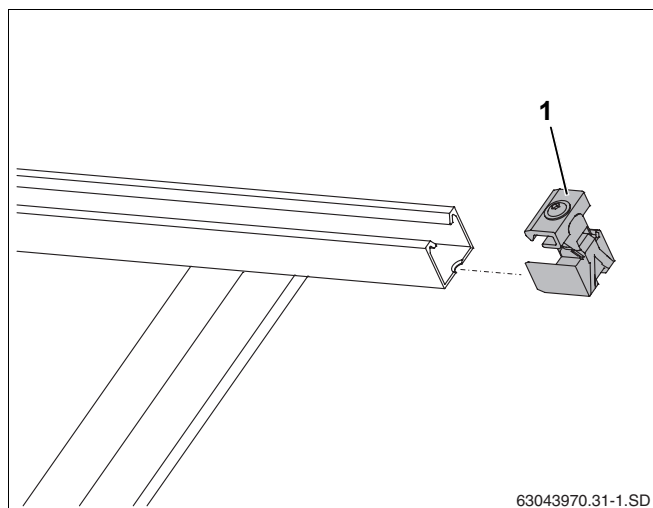

Рис. 45 Установка одностороннего зажима
- Вставить односторонние зажимы (рис. 45, поз. 1) в профильные рейки на правой стороне поля коллекторов до фиксации их в первом продольном отверстии профильной рейки.